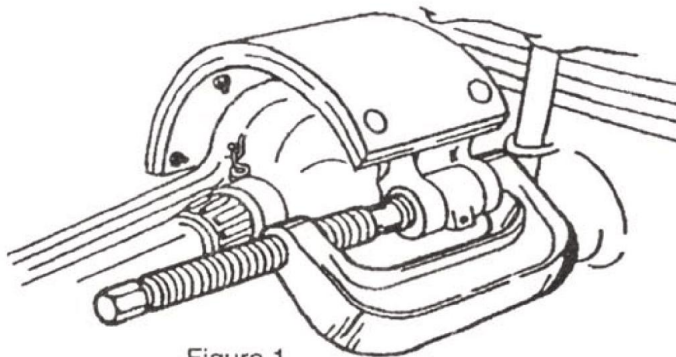

Figure 1
2. Positionnez la presse à cadre en C sur l'araignée de frein comme indiqué dans Figure 1.